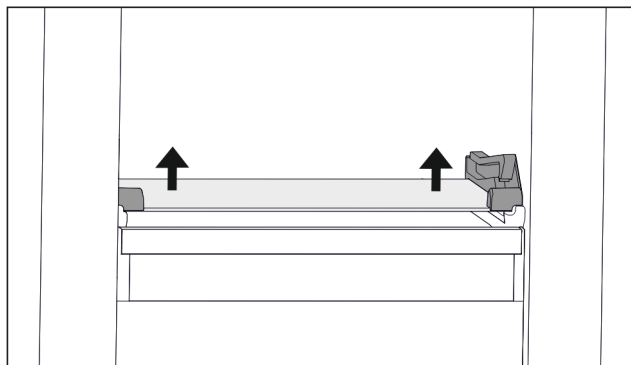

Fig. 28 Skleněná deska odklápací zásuvky
- ▶ Vytlačte skleněnou desku zdola na obou stranách nahoru. (viz Fig. 28)